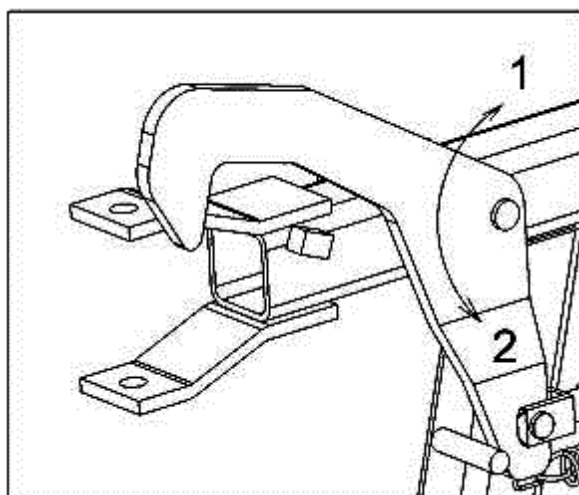

Рисунок 11.
- Открыть предохранительные крюки (рис. 11), при помощи гидравлического распределителя простого действия (положение 1).
- Закройте предохранительные крюки (рис. 11), при помощи гидравлического распределителя простого действия (положение 2).
- Закрыть предохранительные крюки (рис. 11), при помощи гидравлического распределителя простого действия (положение 2).